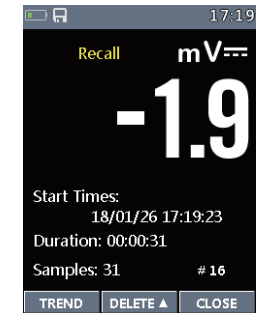

Fig136
- En el menú de grabación. Presione la tecla ▲ o ▼ la tecla T para seleccionar Revisar artículo. Presione el botón ► Ingresar Ver medición de registro (Fig136).